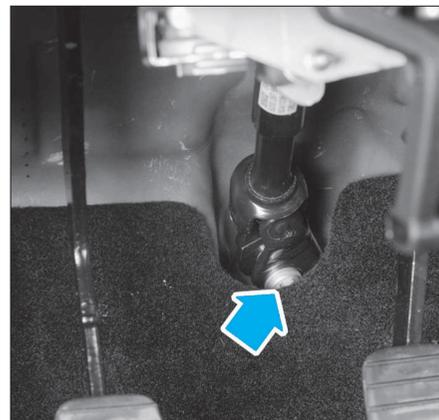

FIG. 16
- Déposer le boulon du cardan inférieur de la colonne de direction (Fig.16), après avoir déposé le cache de son écrou.